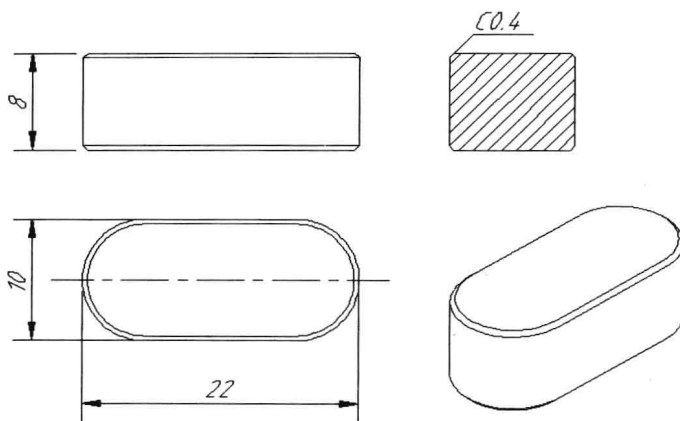

图 9-8-1
(1) 绘制普通平键三视图，创建其模型，并利用平面摄影命令创建轴测图，如图 9-8-1 所示。